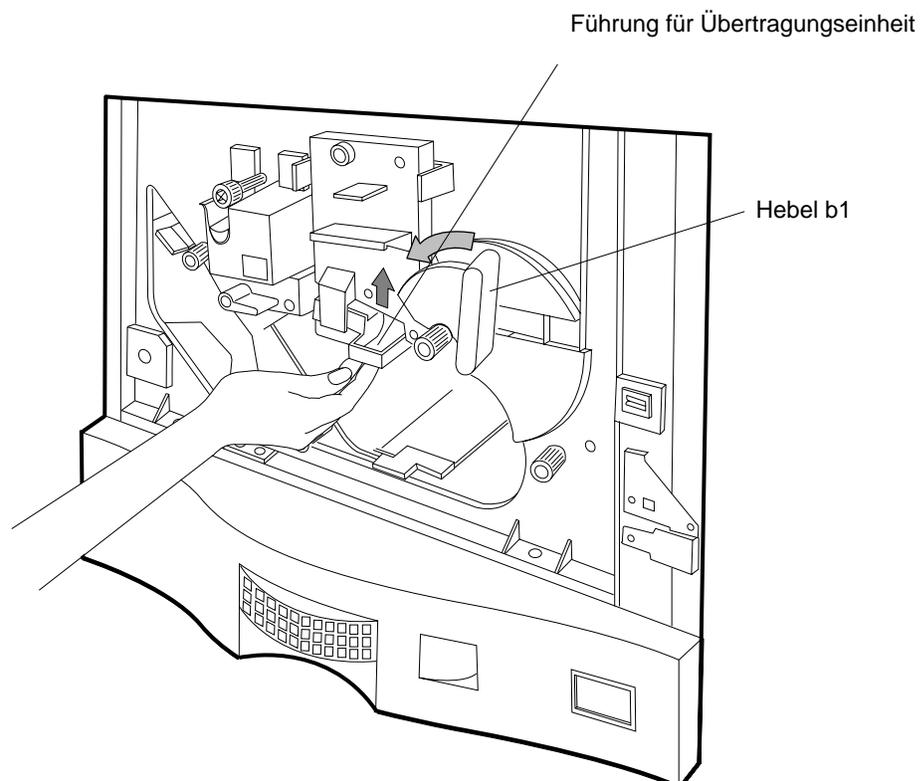

Abbildung 2-34 Übertragungseinheit arretieren
4. Heben Sie die Führung der Übertragungseinheit an, bis sie hörbar einrastet (siehe Abbildung 2-34).